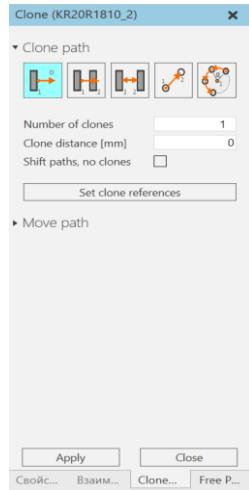

Рисунок 70 – Создание клона
6.Shift paths, no clone: выберите это, если вы просто хотите сместить пути без клонирования (рис.70).